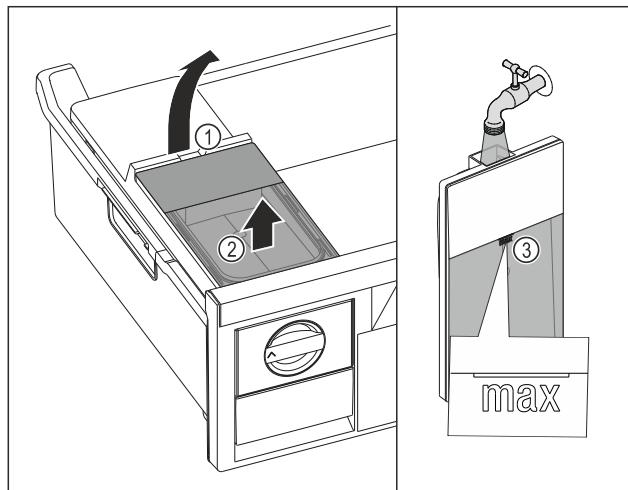

Fig. 124
- Повдигнете резервоара за вода при прореза Fig. 124 (1).
- Извадете резервоара за вода нагоре. Fig. 124 (2)
- Напълнете резервоара за вода до маркировката Fig. 124 (3) с питейна вода.